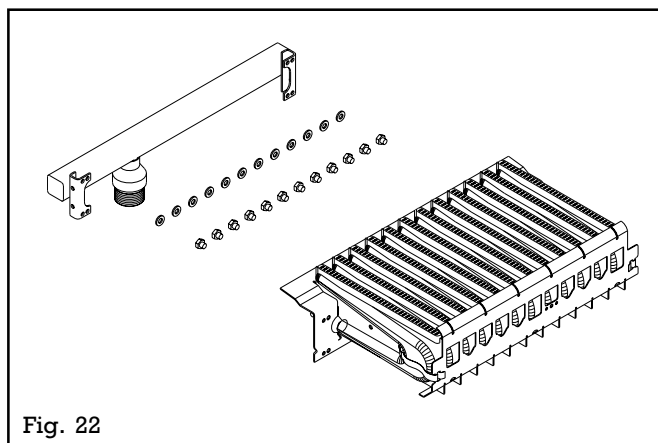

Fig. 22
- Remplacer les injecteurs en place par ceux fournis avec le set (clé de 7) et changer leur joint (fig.22)